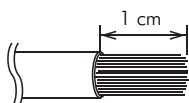
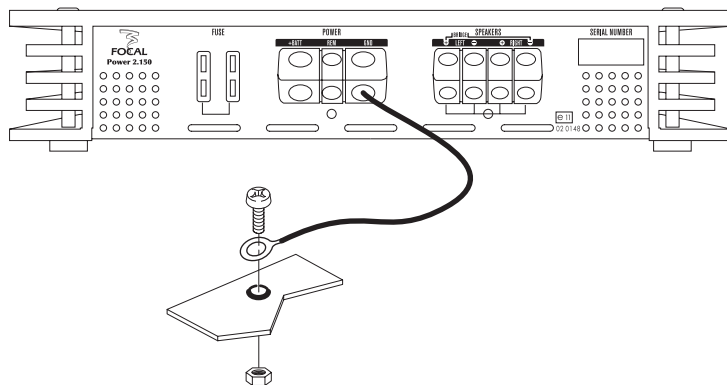
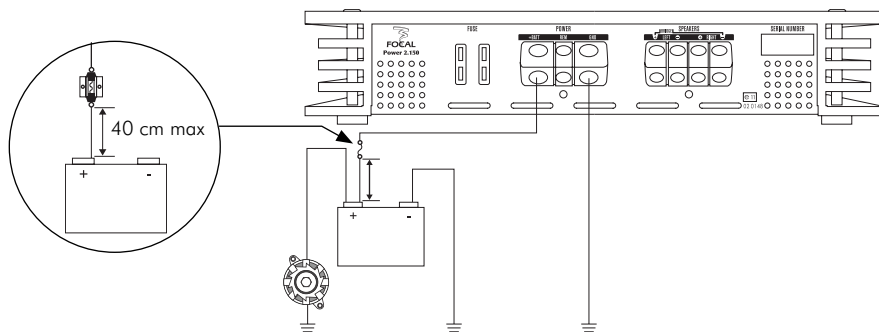

fig. 3
fig. 4
fig. 7
- 9 - Toujours protéger la batterie et le circuit électrique de dommages potentiels à l'aide de fusibles. Installer un porte-fusible et un fusible appropriés sur le câble d'alimentation 12 V positif (+) à moins de 40 cm de la borne de la batterie. Idéalement, cette distance doit être la plus courte possible (fig. 7).
- 10 - Préparer la masse du châssis en grattant toute trace de peinture sur la surface métallique, afin d'assurer une bonne mise à la masse. Les connexions de masse doivent être aussi courtes que possible et **TOUJOURS** connectées à du métal soudé à la carrosserie ou au châssis du véhicule (fig. 4). Le point de masse généralement retenu est celui assurant la liaison entre la borne négative de la batterie et le châssis du véhicule.
**3.4** - Se munir du câble d'alimentation négatif (-). Ce câble doit être le plus court possible et ne doit idéalement pas dépasser 1 mètre, afin d'assurer une parfaite liaison entre l'amplificateur et le châssis du véhicule. Le câble et sa section doivent être conformes au tableau p 29. Trouver un point de masse adéquat (fig. 4), puis le poncer pour enlever toute trace de peinture ou autre verni et ainsi optimiser la qualité du contact. Percer la tôle préalablement poncée au diamètre correspondant à la vis choisie en s'assurant qu'aucun passage de câbles réservoir ou autre organe sensible du véhicule ne soit à proximité. Dénuder 1 cm de câble (fig. 3), puis étamer. Visser fermement le câble sur la borne GND de l'amplificateur. Étamer l'autre extrémité puis sertir ou souder sur la cosse prévue à cet effet. Insérer la cosse dans la vis, puis mettre la vis et son écrou en place et visser fermement.
**3.6** - Préparer le câble d'alimentation positif (+) pour le relier à l'amplificateur en dénudant 1 cm (fig. 3) à son extrémité. Etamer cette partie à l'aide d'un fer à souder et de fil d'étain. Insérer la partie dénudée et étamée dans la borne "+ BATT" de l'amplificateur, puis bloquer le câble en vissant fermement.
**3.7.1** - La phase d’installation du porte-fusible dédié à sécuriser l’installation peut maintenant débuter. Le porte-fusible doit être relié de part et d’autre du câble d’alimentation positif (+). Il doit être situé proche de la batterie {10 à 40 cm (fig. 7)}. Démontez le porte-fusible en prenant soin d’ôter le fusible. Fixer le socle du porte-fusible. Couper le câble d’alimentation rouge entre 10 et 40 cm (maximum) de la batterie (fig. 7). Garder la chute de câble qui servira pour relier l’autre extrémité du porte-fusible à la borne positive (+) de la batterie du véhicule. Dénuder 1 cm (fig. 3), puis étamer. Visser le câble dans le bornier du porte-fusible. Récupérer la chute de câble restante. Dénuder 1 cm (fig. 3), puis étamer. Visser le câble dans l’autre bornier du porte-fusible.